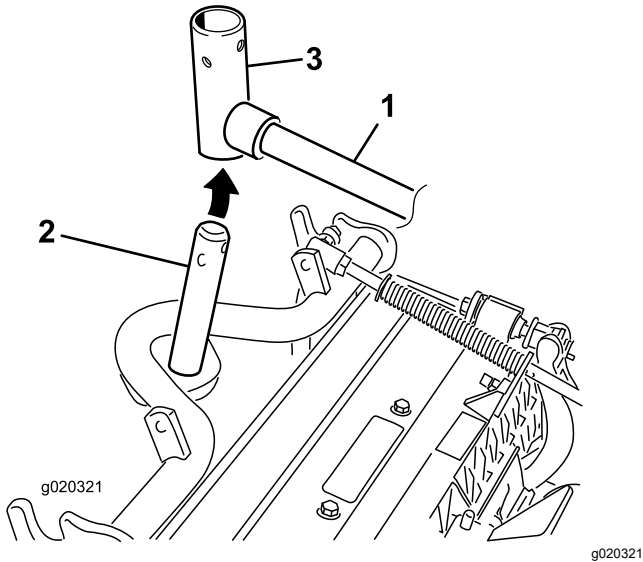

Bild 10
9. Frontmähwerke: Schieben Sie ein Mähwerk unter den Hubarm und schieben Sie gleichzeitig die Trägerrahmenwelle in das Gelenkjoch des Hubarms (**Bild 10**).
- B. Setzen Sie das Hubarmjoch in die Trägerrahmenwelle ein (**Bild 10**).